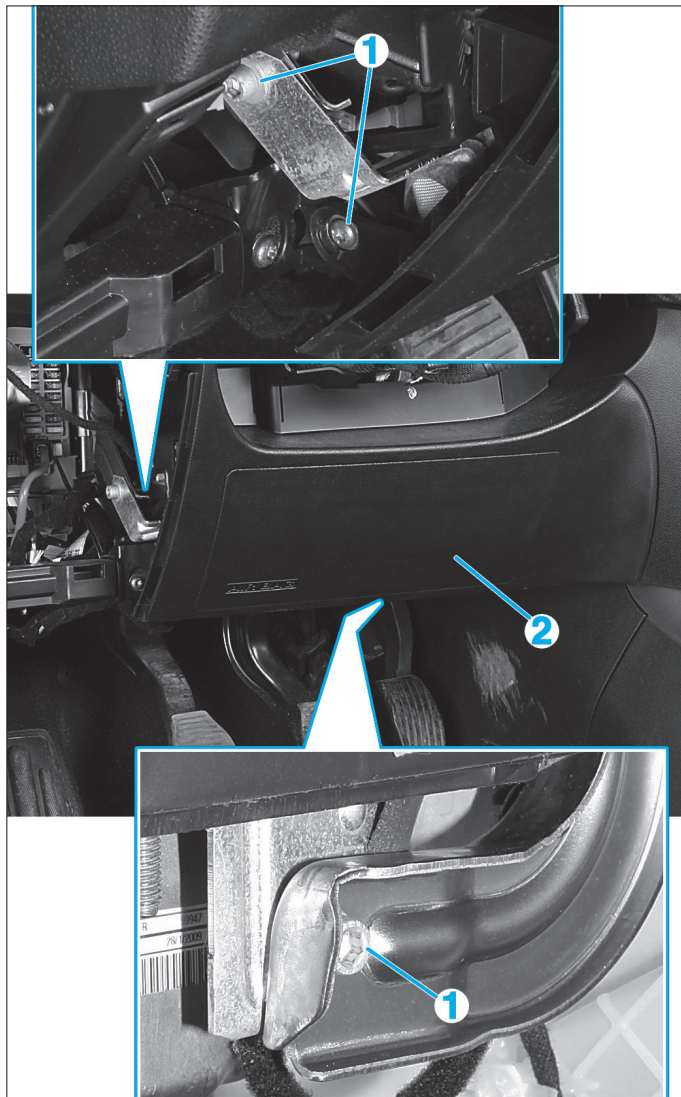
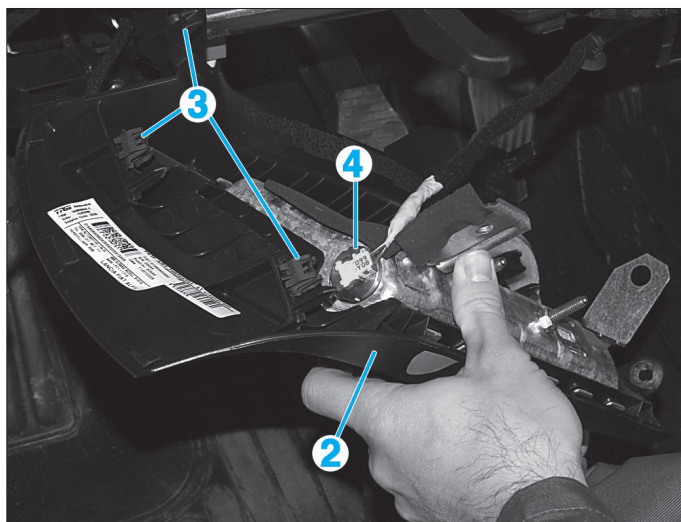

Fig. 4
Fig. 5
- Déposer les vis (1) de fixation de l'airbag (2) (Fig.4).
- Dégager le module d'airbag (2) en défaisant les attaches (3).
- Débrancher le connecteur (4) puis déposer le module d'airbag (2) (Fig.5).